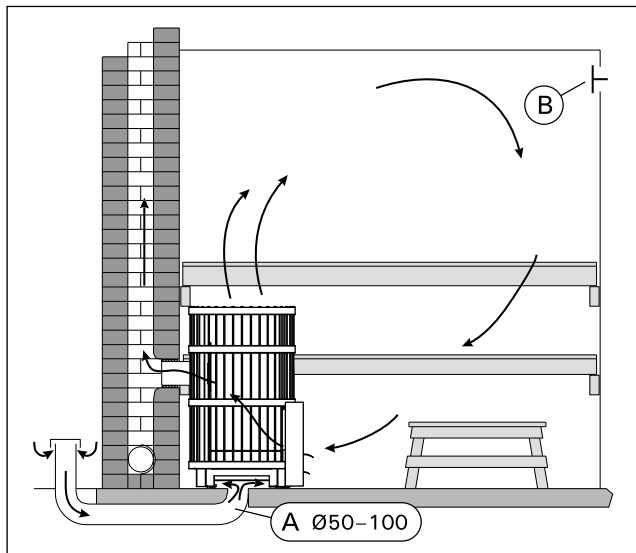

Рисунок 5.
3.2. Вентиляция помещения сауны Естественная вентиляция (рис. 5)